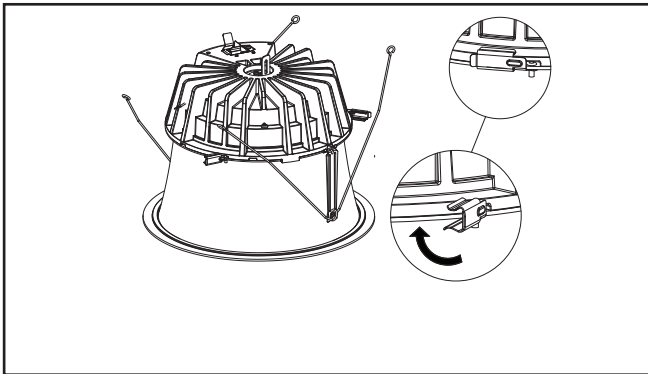

Figura 36
5. Rote los ganchos laterales (3) en el lugar para fijar firmemente la moldura al motor LED (Figura 36).